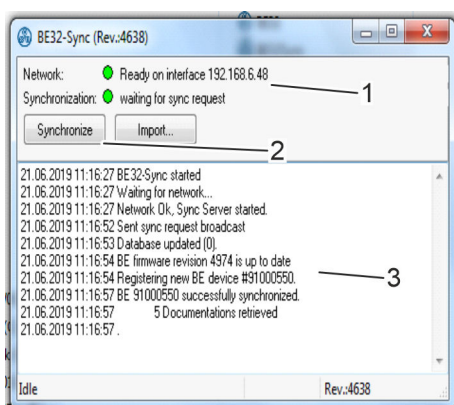

Fig. 31: BE32Sync
8. ➔ Assicurarsi che l'unità di comando (UC) sia collegata al gruppo idraulico, alimentata con energia e accesa.
- ⇒ Se tutto è configurato e collegato correttamente, le due spie di controllo si illuminano con luce verde (Fig. 31/1).
11. ➔ Se necessario correggere la configurazione e i collegamenti. Avviare la sincronizzazione (Fig. 31/2).
- ⇒ Compaiono la versione del firmware, la versione del software, il numero di serie dell'unità di comando (UC) e il numero di documentazioni trasmesse.